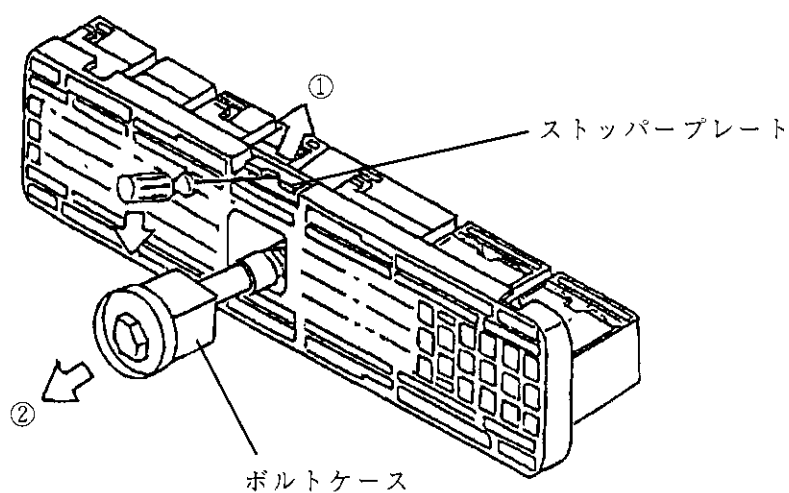

Fig. 15
- ② 次に Fig. 15 の如くストッパープレートを時計ドライバー 1.8 mm で所定の位置にまで押し上げてからボルトケースを引き抜いて下さい。